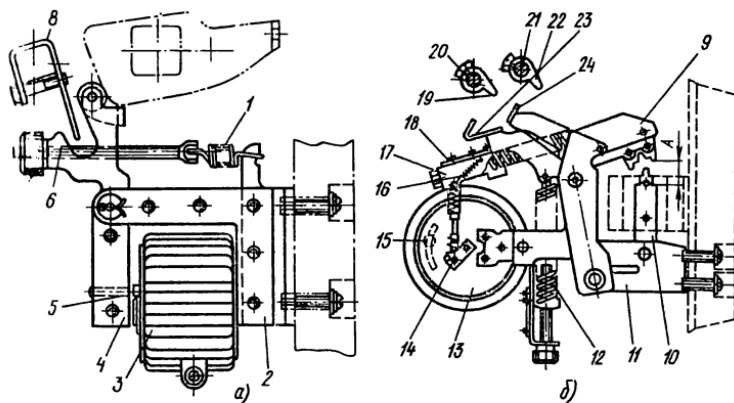

Рис. 24. Расцепители автомата АВМ минимального напряжения (а)
**Расцепитель минимального напряжения автоматических выключателей типа АВМ.** Расцепитель (рис. 24, а) должен быть отрегулирован так, чтобы при снижении напряжения до 30% номинального и ниже он отключал бы выключатель, а при напряжении 50% и выше — нет.
**Расцепитель максимального тока автомата АВМ.** Регулирование тока срабатывания максимального расцепителя производится изменением натяжений пружины (рис. 24 б). Для нормальной работы максимального расцепителя необходимо проверить раствор между ярмом 9 и сердечником 10 магнитной системы. Необходима такая длина тяги часовогого механизма 13, чтобы угол A был равен 45° и метка на колодке 14 находилась напротив метки на корпусе часовогого механизма, а при отжимании скобы 17 получился бы некоторый зазор и метка на колодке совпала с меткой на корпусе часовогого механизма; при выходе из зацепления часовогого механизма между бойком 24 и кулачком 22 отключающего валика 20 и 21 нужен зазор 1—1,5 мм.